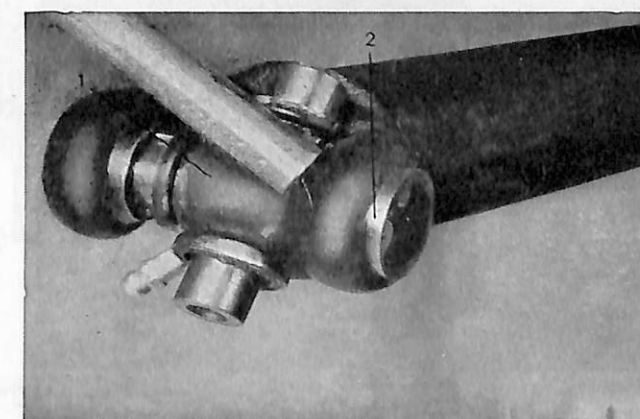

Bild 8. Isärtagning av axelkors.
1. Med hammare och mässingsdorn drives **axelkorset** (1, bild 8) så långt det går åt ena hållet. Nållagerhylsan (2) kryper då ut till ungefär hälften.